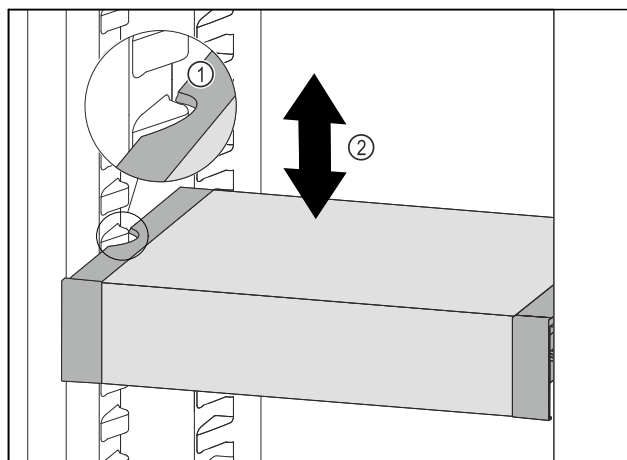

Fig. 110
- Táhněte VarioSafe dopředu, dokud nebudou boční vybrání VarioSafe na úrovni žebrování na nádoby v chladničce. Fig. 110 (1)
- Posouvejte VarioSafe v chladničce nahoru nebo dolů, dokud nedosáhnete požadované výšky. Fig. 110 (2)